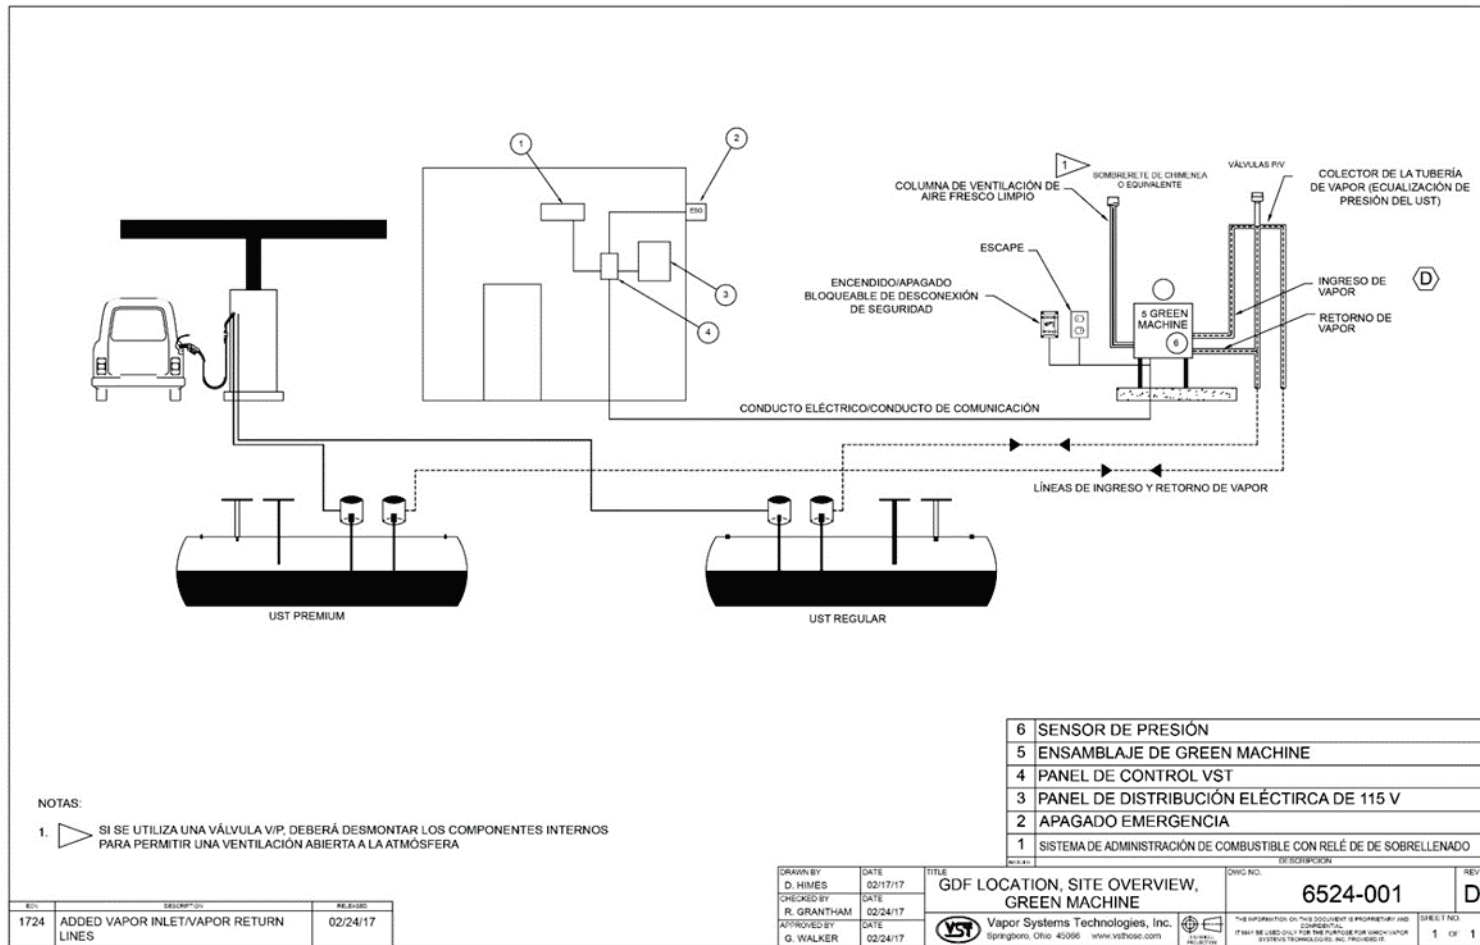

Figura 11-1: Descripción de una estación de gasolina donde se encuentra GREEN MACHINE
- **Vea la Figura 11-1** para obtener un diseño general de dónde se ubica y funciona una GREEN MACHINE en una estación de gasolina.